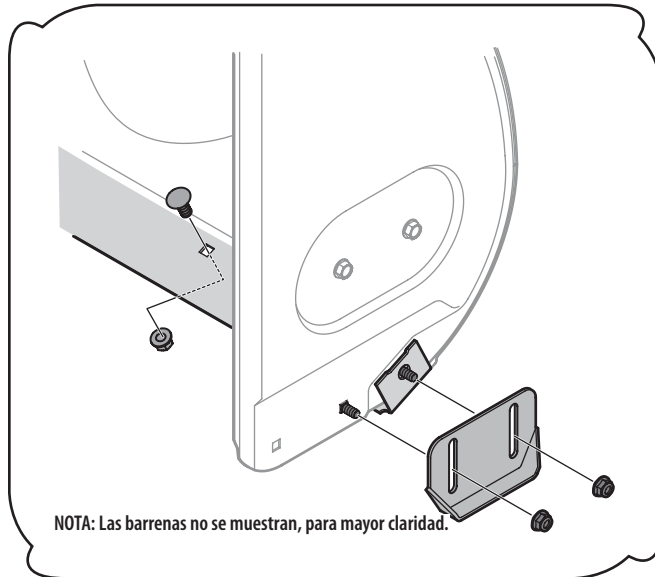

Figura 6-3
1. Retire los pernos del carro y tuercas que sujetan cada zapata antideslizante a la caja de la barrena. Vea la Figura 6-3.
1. Retire ambas zapatas antideslizantes y los elementos de ferretería, incluyendo los pernos del carro y las tuercas que unen la placa de raspado a la caja de la máquina quitanieve. Para ver la ubicación de la placa de raspado, consulte la figura 6-3.